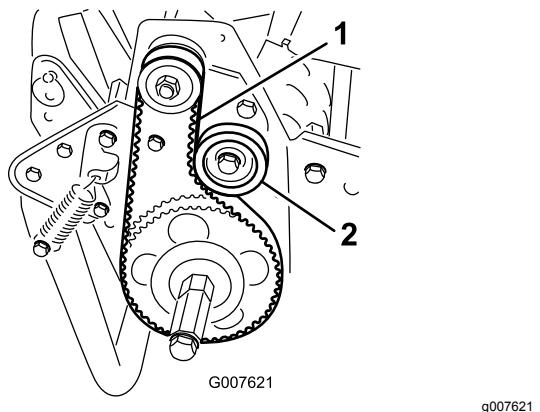

图39
2. 使用 1822N 的作用力按压两皮带轮 图39 中间部位的皮带检查皮带的张紧力。
- A. 松开怠轮皮带轮安装螺母并紧贴着皮带背面顺时针旋转怠轮皮带轮直至达到所需的皮带张紧力 图39。